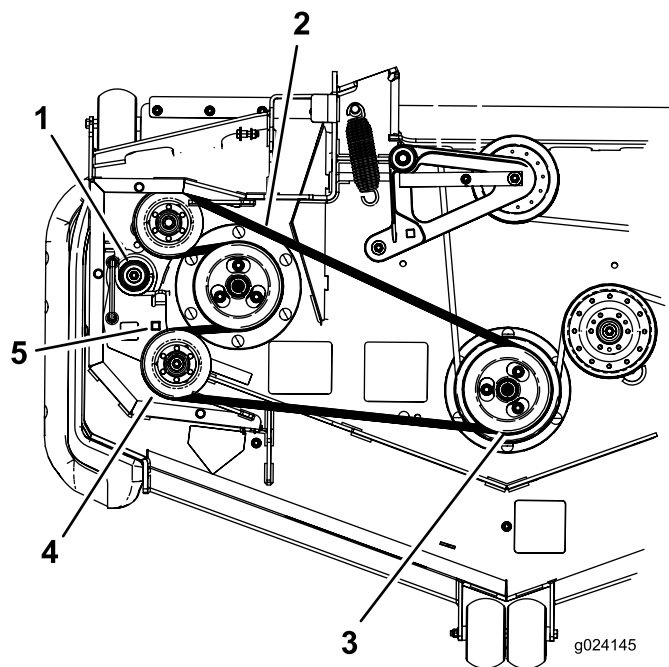

Figure 79
7. Insérez un rochet dans le trou carré du bras de la poulie de tension pour détendre le ressort de la poulie de tension (Figure 79).
8. Enlevez la courroie de la poulie du tablier de coupe (Figure 79).
9. Enlevez la courroie des poulies restantes (Figure 79).
11. Insérez le rochet dans le trou carré, détendez le ressort et guidez la courroie neuve autour de la poulie de tension (Figure 79).